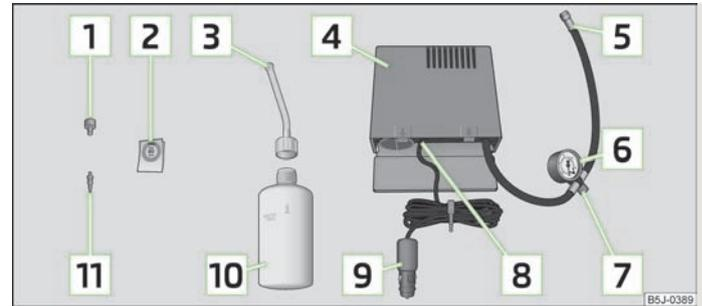

Fig. 134 Componenti del kit per la riparazione degli pneumatici
L'avvitatore/svitatore per inserti valvola **1** è dotato di un intaglio sull'estremità inferiore che si inserisce nell'inserto valvola.» fig. 134 Questo intaglio consente di svitare l'inserto valvola dalla valvola di gonfiaggio dello pneumatico e di riavvitarlo successivamente. Ciò vale anche per l'inserto valvola di scorta **11**.
- Incollare l'adesivo **[2]** » fig. 134 sulla plancia, nel campo visivo del conducente.
- Agitare vigorosamente la bombola di riempimento del pneumatico **[10]** » fig. 134.
- Avvitare saldamente sulla valvola il tubo flessibile di gonfiaggio del pneumatico **[5]** » fig. 134 del compressore.